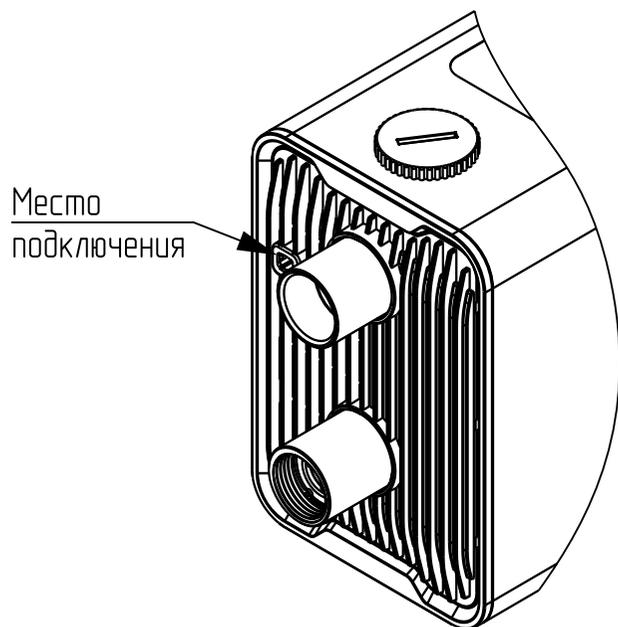

Рис.9 Параллельное подключение насосов
1. Подключите оба насоса по сигнальному проводу (**Рис.9**) (приобретается отдельно);